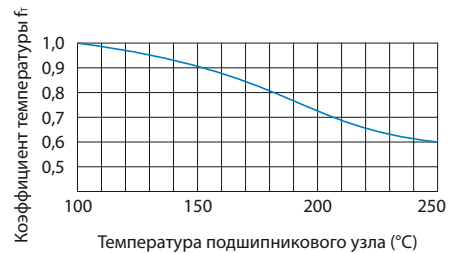

Рис. 1 Температурный коэффициент (f_T)
- f_T** : Температурный коэффициент (смотрите Рис. 1)
- *Примечание: Основная динамическая грузоподъёмность (C) подшипников с перекрестными роликами показывает радиальную нагрузку с постоянным направлением и силой, при которой номинальный ресурс (L) составляет 1 миллион оборотов, если группа идентичных подшипников с перекрестными роликами работают независимо в одинаковых условиях. Основная динамическая грузоподъёмность (C) указана в таблице размеров.